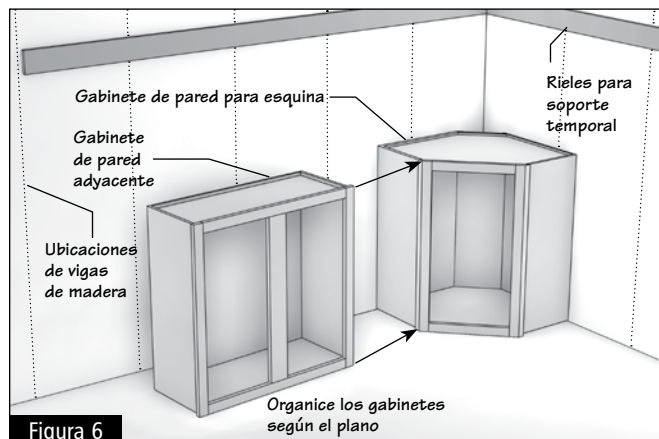

Figura 6
- 2.3** De a uno, alinee en el piso los gabinetes y rellenos en posición según el plano del diseñador. (Figura 6)